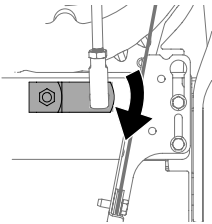

Figura 50
3. Asegúrese de que la palanca de cambios de la parte trasera de la transmisión esté girada hacia abajo hasta el máximo de rotación posible (Figura 50).
4. Gire la férula hacia arriba o hacia abajo en la varilla de cambios según sea necesario hasta que quede alineada con el orificio superior de la palanca de cambios (Figura 50 recuadro).